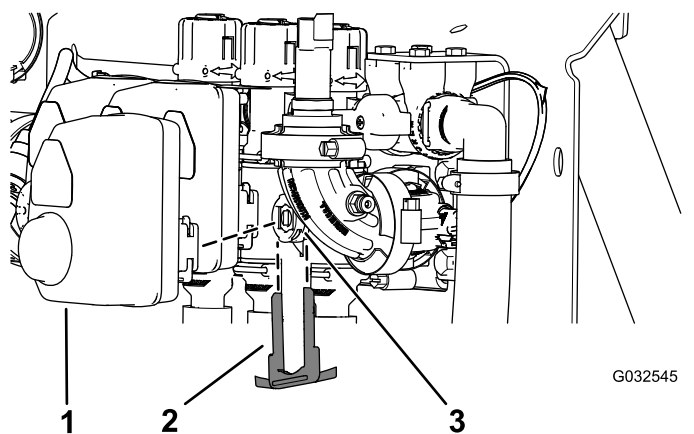

Figure 107
2. Retirez l'étrier qui fixe l'actionneur à la valve du collecteur pour la vanne de section ou la vanne d'agitation (Figure 107).